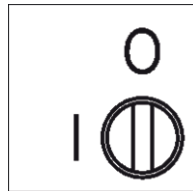
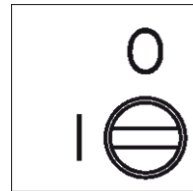

Abbildung 4.1
Abbildung 4.2
- Stellen Sie den Betriebsartwahlknopf auf Position I (Bild 4.2)
- Legen Sie nach der Grundglutbildung größere Stücke Holz oder Kohle in den Feuerraum schließen Sie die Feuerraumtür und stellen Sie den Betriebsartenwahlknopf auf Position 0 (Bild 4.1). Bei der Verwendung von Briketts als Brennstoff muss abgewartet werden, bis die gesamte eingegebene Brennstoffmenge erhitzt ist, und erst dann der Betriebsmodus-Wahlknopf auf Position 0 gestellt werden (Bild 4.1).
Die Taste zur Wahl der Betriebsart des Herdes hat zwei Positionen (Bild 4.1, Position 4.2) und befindet sich auf dem Kochfeld.
0 – zum Kochen, Backen und Erhitzen (Bild 4.1) I – zum Anzünden eines Feuers und Kochen (Bild 4.2)